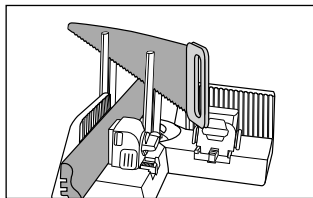

Rys. 8
- ◆ Przytrzymaj wciśnięte przyciski zwalniające ④ i przesunąć zacisk mocujący ②, aby umieścić drewniany element.
- ◆ Umieścić element drewniany pomiędzy szczęką mocującą ③ a zaciskiem mocującym ②. Zwróć uwagę na to, aby drewniany element prowadzony był wzdłuż prętów prowadzących ⑦ (patrz rys. 8).
- ◆ Przytrzymaj wciśnięte przyciski zwalniające ④ i przesunąć zacisk mocujący ② w kierunku drewnianego elementu. Puść przyciski zwalniające ④, gdy drewniany element zostanie zamocowany (patrz rys. 8).
- ◆ Obróć pokrętko ustalające ⑤ w prawo, aby zamocować drewniany element (patrz rys. 8).